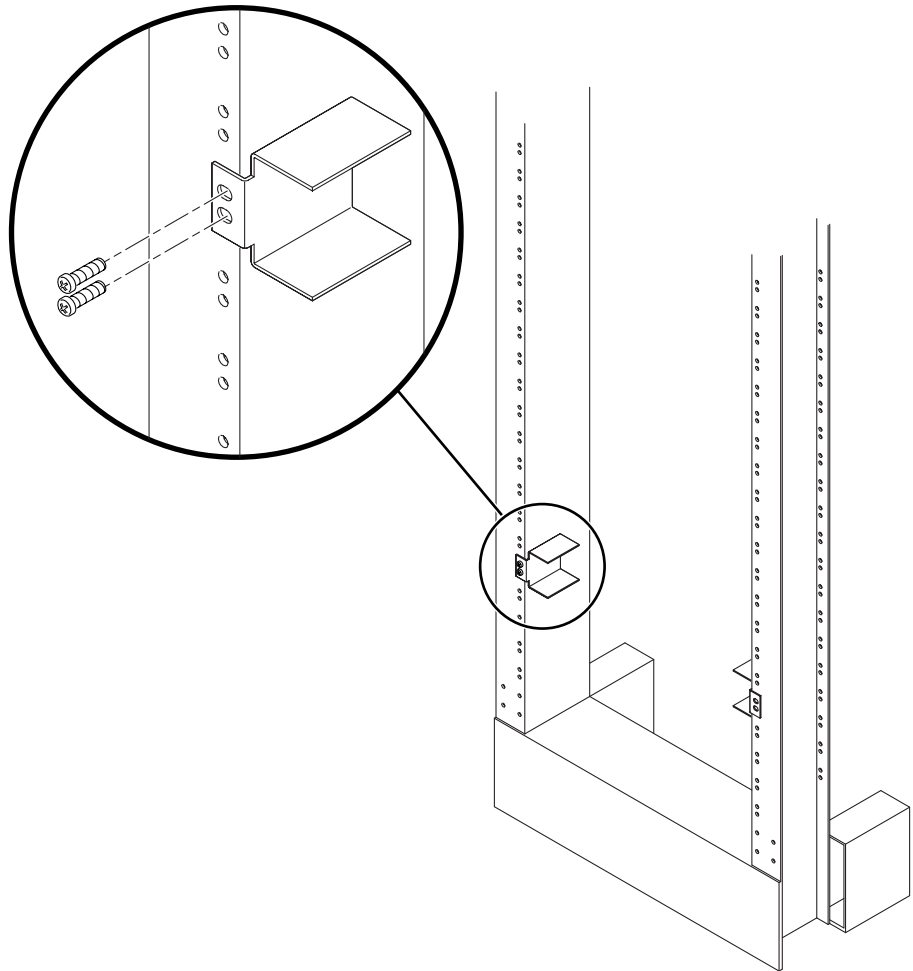

BILD 3-25 Installera skenhållarna i racket
4. Placera skenhållarna på önskad höjd i racket och använd två skruvar per hållare för att skruva fast hållarna i racket (BILD 3-25).